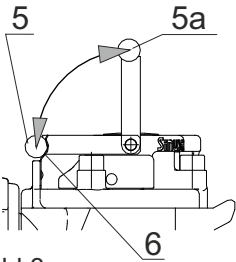
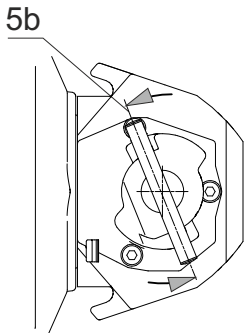
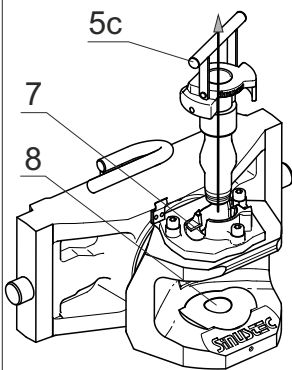

Bild 3
Bild 4
Bild 5
- ⇒ Handgriff (5) in die senkrechte Position (5a) aufziehen [ Bild 3 ]. Aus dieser Position den Handgriff entgegen dem Uhrzeigersinn um ca. 22° bis zum Anschlag in Pos. (5b) verdrehen. [ Bild 4 ] Sodann lässt sich die Kupplungsbolzeneinheit aus dem Fangmaul herausnehmen. Pos (5c) [ Bild 5 ]
- ⇒ Die Kupplungsbolzeneinheit in umgekehrter Reihenfolge aus Pos. (5c) über Pos. (5b) in Pos. (5a) und durch umlegen des Handgriffes in die waagrechte Position (5) sichern.
**Prüfung:** Die Kupplung ist ordnungsgemäß geschlossen und gesichert, wenn der Handgriff (5) waagrecht hinter der Sicherung (6) einrastet. Siehe Bild 3
- ⇒ Kupplungsbolzeneinheit wieder einsetzen und sichern. Pos. (5) Bild 3.
- Hinweis:** Die Kupplungsbolzeneinheit darf lediglich während des Einkuppel- und Auskuppelvorgangs entnommen sein und muss ansonsten immer in der Kupplungseinheit bleiben, da sich sonst Schmutz in der unteren Aufnahmebuchse (8) des Kupplungsbolzens und der Verriegelungseinheit (7) festsetzen kann, was dazu führt, dass die Kupplungsbolzeneinheit möglicherweise nicht mehr richtig geschlossen werden kann. [ Bild 5 ]
- ⇒ Bei hoher Verschmutzung die Kupplung regelmäßig reinigen. Aus Funktionsgründen ist in jedem Fall dafür zu sorgen, dass die Buchse (8) und die Verriegelungseinheit (7) schmutzfrei sind. [ Bild 5 ]